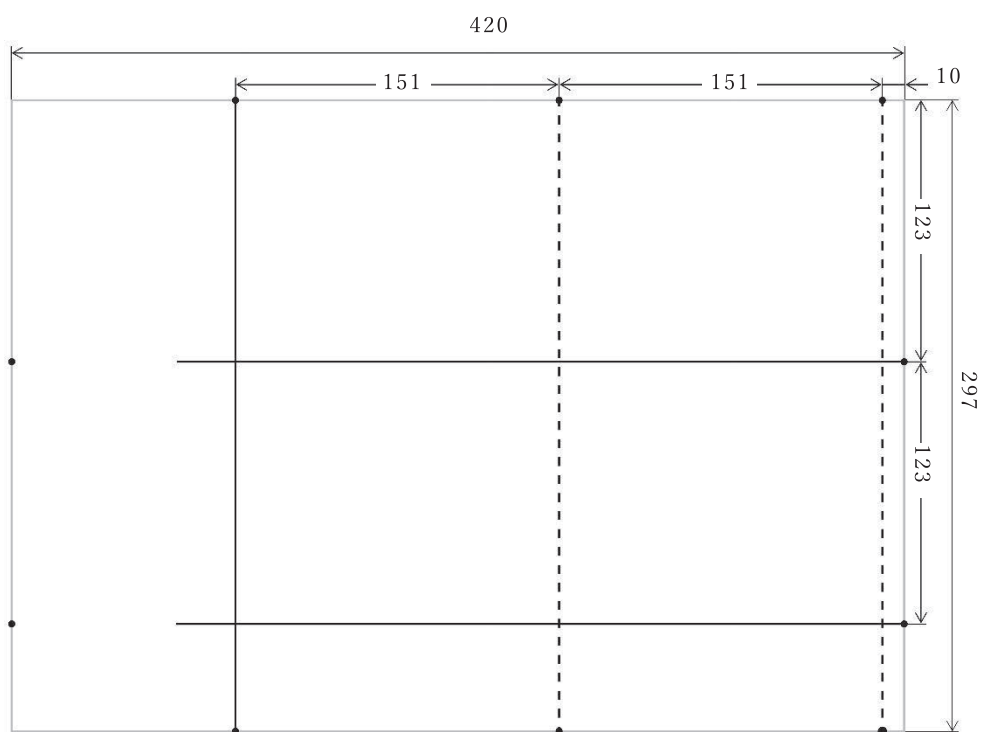
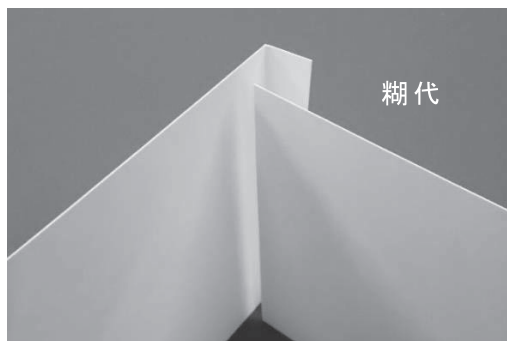

図23 サイズBの切り取り線と折り目
図25 糊代
②ケント紙を折る・つなげる	i) サイズA、サイズBの大きさに切り取った4枚のケント紙を、折り目に沿ってそれぞれ蛇腹折にする(図23)。 ii) サイズAのケント紙とサイズBの任意の1枚のケント紙を、図25～図27のようにつなげる。 iii) サイズBの残りの2枚も同様につなげる(図1)。
り離すのではなく、図21のアを2～3cm超えたあたりでカッターを止める(つまり、紙を完全に切り離さない)。最後に、図22の黒の実線で示した箇所を切り取れば、折り目の入ったサイズAが2枚切り出せる。そのうちの1枚の片方の糊代の部分(10×123mm)を切り取ると、サイズBになる。サイズBの残り2枚については、図23を用いて上記に示した手順にならって切り取る。
つなげる順序としては、まずサイズAとサイズBの1枚をつなげる。ケント紙の10×123mmの箇所は糊代となるので（図25）、サイズAの片方の糊代に糊を塗布し、サイズBの糊代が設けられていない辺と接着する（図26・27）。このとき、糊代の部分が見えないように本文の裏となる面に糊代を接着する。サイズBの残りの2枚についても同様の手順でつなげていく（図1）。